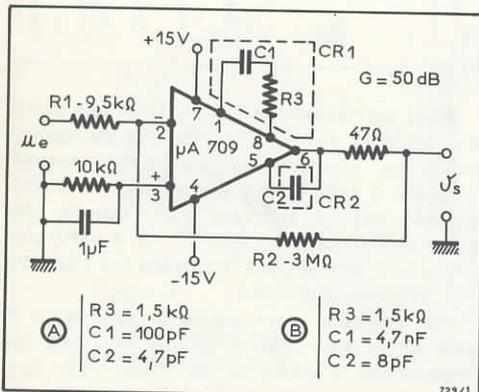
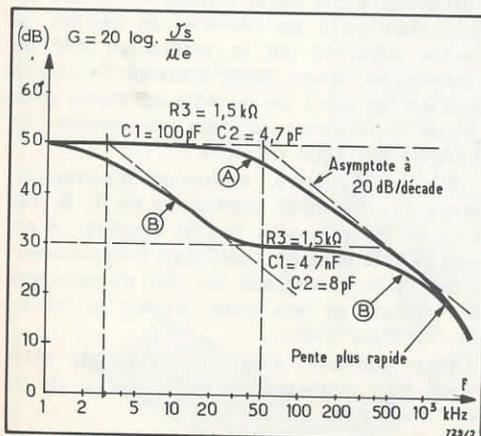
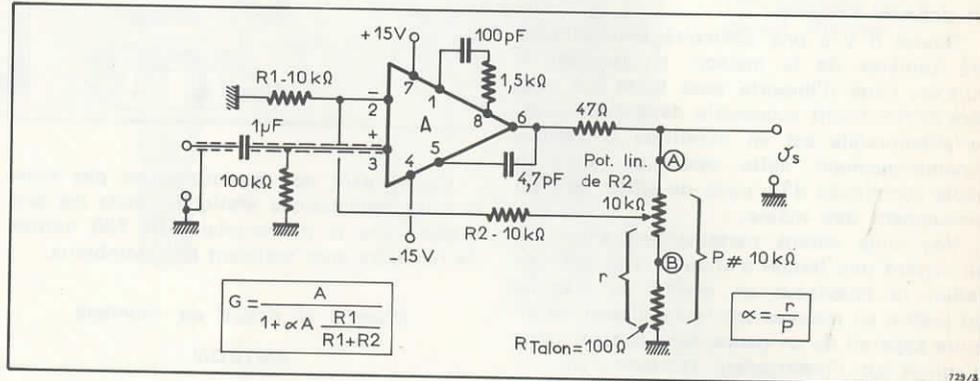

Fig. 1. — Montage amplificateur de 50 dB de gain inversant la phase.
Fig. 2. — Action sur la bande passante d'une correction de CR partielle perturbée (CIL : $\mu A709$).
Fig. 3. — Montage non-inverseur de phase à gain variable.
Un tel étage supporte, en effet, des contre-réactions partielles qu'il convient de doser à la bonne valeur : voir figure 1, le $\mu A709$. Ainsi, avec la valeur de 3 M Ω , prévue pour une amplification de 50 dB, la bande n'évoque « sagement » vers 100 kHz que si $C_1 = 100$ pF et $C_2 = 4,7$ pF (R_3 reste constamment égale à 1 500 Ω) : courbe A, figure 2.
Le gain d'un étage analogue à celui de la figure 1 peut être ajusté en modifiant le rapport R_2/R_1 : R_2 peut être par exemple constituée par un potentiomètre ou bien — car il faut câbler court avec les CIL (2), afin d'éviter les éventuelles inductions — ramener R_2 sur un potentiomètre P : figure 3.